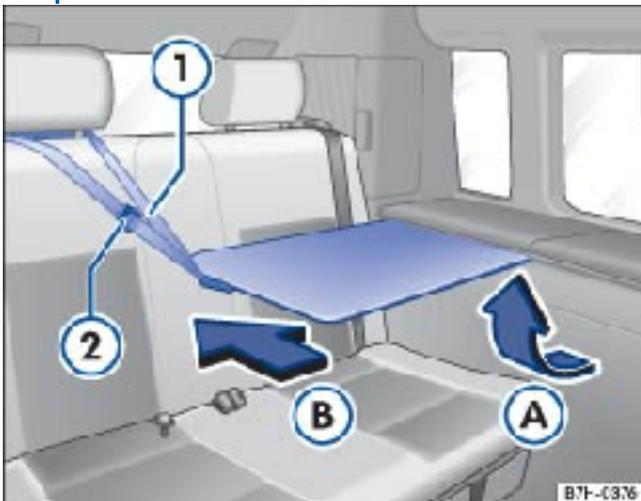

Fig. 47 Sangle de fixation de la surface de travail
- Relevez la surface de travail → Fig. 47^A et maintenez-la dans cette position.
- Placez la dragonne → Fig. 47¹ autour de l'appuie-tête qui se trouve en direction de la porte coulissante.